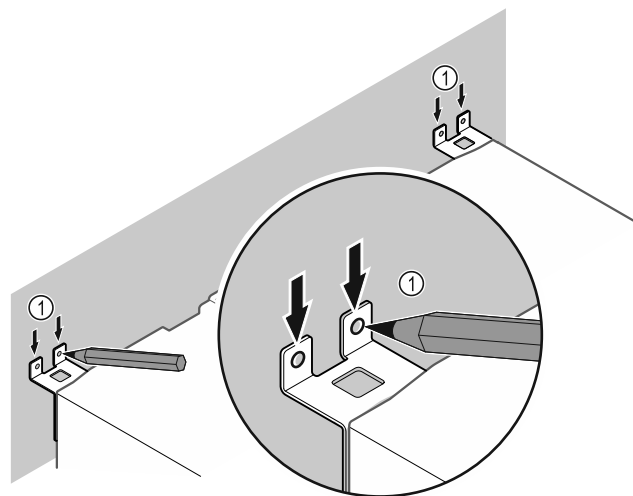

Fig. 9
- ▶ Apporre i contrassegni alla parete Fig. 9 (1).